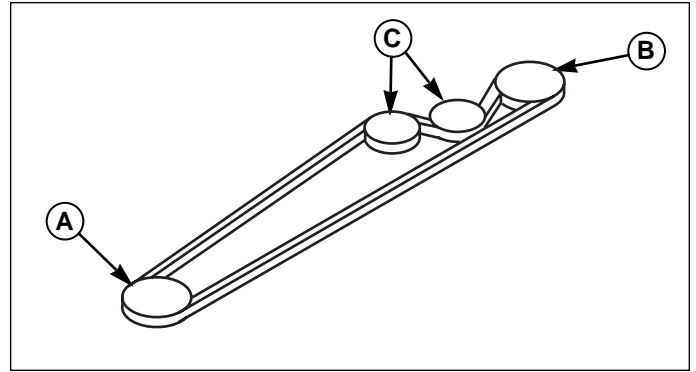

Figure 41. Cheminement de la courroie d'entraînement – Tous les modèles
8. Installer la nouvelle courroie comme illustré à la Figure 41.